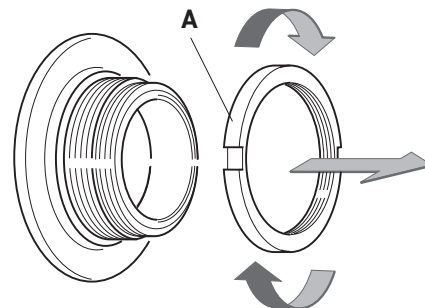
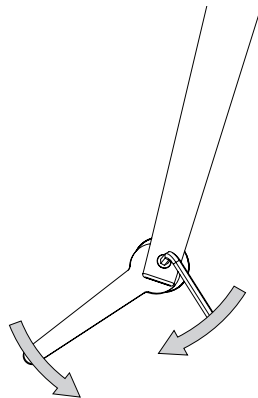

図6
図15
- ・ ロック・リング (A - 図6) を時計回りに回し、ハブから取り外します。
- ・ 17 mm レンチで軸の共回りを防ぎながら (図15)、調整できない側から (B - 図6)、ボルトを 13~14 Nm のトルクで締め込みます。